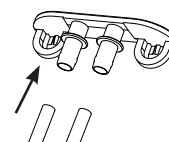

Figura 6
- Reemplace las tuberías de desagüe en la parte trasera. Consulte la Figura 6 y 7.